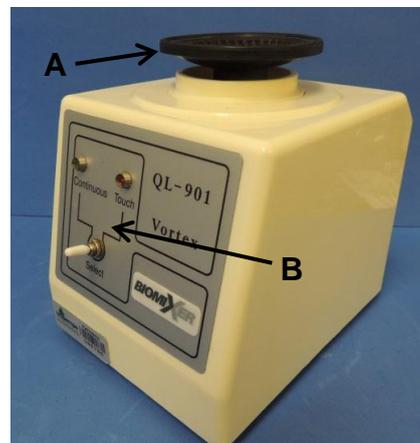

Figura 1. Agitador Vórtex - Biomixer QL-901.
- 1.1. Base vibratória (Figura 1.A);
- 1.2. Painel de controle (Figura 1.B);
- 2.2 Acomodar o agitador vórtex (Figura 1) sobre um local plano e firme, pois o mesmo exerce forte vibração;
- 2.4 Modo de contato "Touch" (Figura 2. C): a vibração iniciará e permanecerá enquanto o tubo exercer pressão sobre a base vibratória (Figura 1.A). Encostar o tubo sobre a base vibratória (Figura 1. A), pressionar e segurar firmemente enquanto desejar a homogeneização da amostra.
- 2.5 Modo "Continuous" (Figura 2. B): o equipamento efetuará vibração de forma contínua, independente do contato do tubo com a base vibratória (Figura 1.A). Segurar o tubo de forma firme e encostar a parte inferior do mesmo na base vibratória (Figura 1. A). Cuidado, o frasco poderá ser projetado caso não esteja devidamente centralizado ou escorregar da mão do analista.